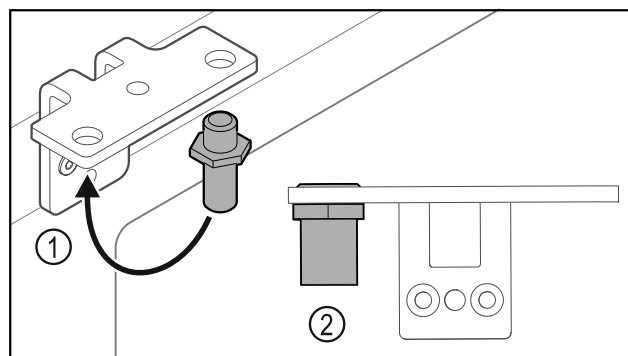

Fig. 29
- ▶ Переставьте палец Fig. 29 (1) в шарнирном уголке.
- ▶ Затяните палец Fig. 29 (2) с моментом 12 Нм.